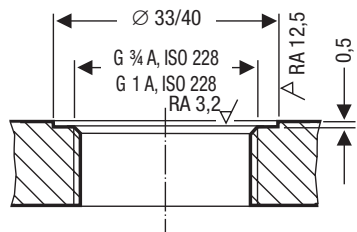

Fig. 12
- Die Dichtflächen vom Flanschdeckel müssen gemäß Fig. 12 technisch einwandfrei bearbeitet sein!
7. Dichtflächen prüfen. **Fig. 12**